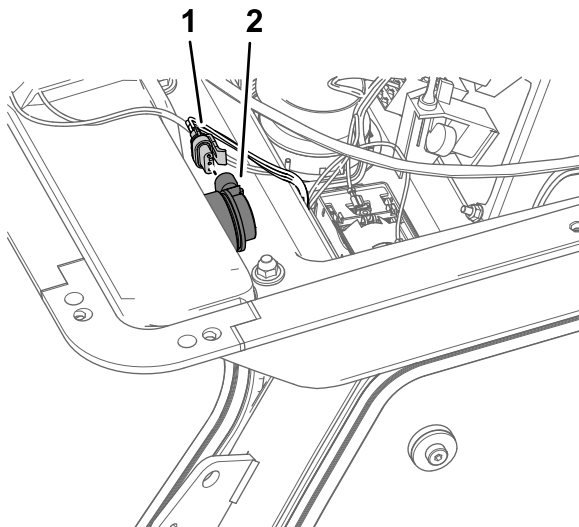

Figure 31
6. Branchez le connecteur à 3 douilles du faisceau de câblage de la cabine étiqueté LH FRONT TURN SIGNAL (si vous montez le clignotant et le feu de détresse gauche) ou RH FRONT TURN SIGNAL (si vous montez le clignotant et le feu de détresse droit) au connecteur à 3 broches du clignotant et dt du feu de détresse (Figure 31).